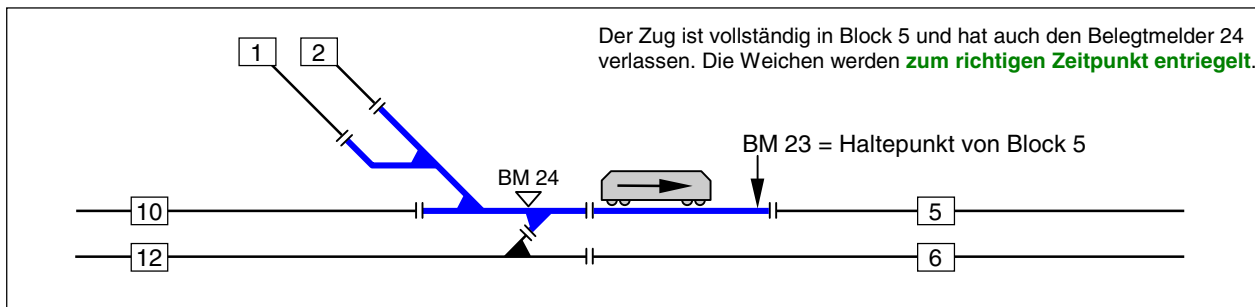

Bild 13.2 Beste Lösung mit eigenem Weichen-Meldebereich
1. Der Weichenbereich (W12, W17, W31) erhält einen eigenen Belegtmelder (z.B. BM24 in Bild 13.2). Diese Lösung ist optimal, erfordert aber einen zusätzlichen Belegtmelder in Block 5.
Bei MpC-Digital und der Lösung nach Bild 13.2 wird der Weichenbereich zu einem eigenen Block gemacht und als 'über-Block' in die Streckenbeschreibung eingefügt. Dann ist kein Eintrag in das SE-Formular in der "Belegtmelder-Zeile" erforderlich. Solange er als 'über-Block' nämlich noch belegt ist, hat der Zug seinen Zielblock nicht vollständig erreicht und die Fahrstraße bleibt allein deshalb noch verriegelt.
Diese Möglichkeit wurde für einen Bahnhof gewünscht, dessen Einfahrt zwar noch einsehbar, dessen Haltebereich aber verdeckt ist. Bis zum vorderen Haltemelder fahrende Züge wären dann je nach Zuglänge mehr oder weniger im verdeckten Teil verschwunden und das Gleis augenscheinlich frei. Durch Eingabe des Buchstabens **g** und eines Melders hält der Zug, wenn er "ganz im Block" angekommen und die zurückliegende Fahrstraße entriegelt worden ist. Der Melder hinter dem g fungiert als Notmelder, bei dem der Zug stoppt falls er für den Block zu lang ist. Die möglichen Situationen gleichen denen in Bild 13.1-3, wobei die dargestellte Lok etwa dem Standort des letzten Wagens entspricht, wenn der Zug steht. Da der jeweilige Melder jedoch erst 2 Sekunden nach dem Verlassen frei meldet, steht der Zugschluss nicht direkt hinter der Trennstelle, sondern (je nach Schleichgeschwindigkeit) ein Stück dahinter. Die beste Situation ist die in Bild 13.2, wenn die Weichen einen eigenen Belegtmelder haben der im unteren Teil des SE-Formulars als einer der zwei 'Freimelder' eingetragen ist: